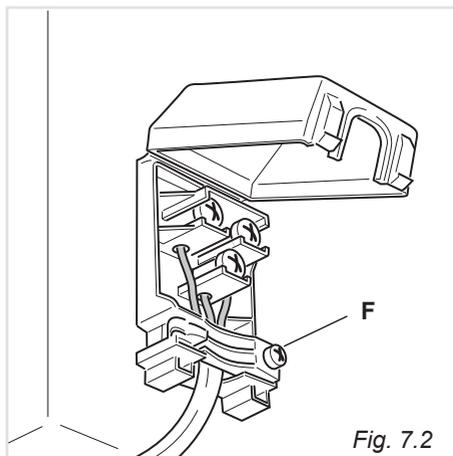

Fig. 7.2
- Aprire il fissacavo svitando la vite "F" (fig. 7.2), svitare le viti dei morsetti e togliere il cavo.